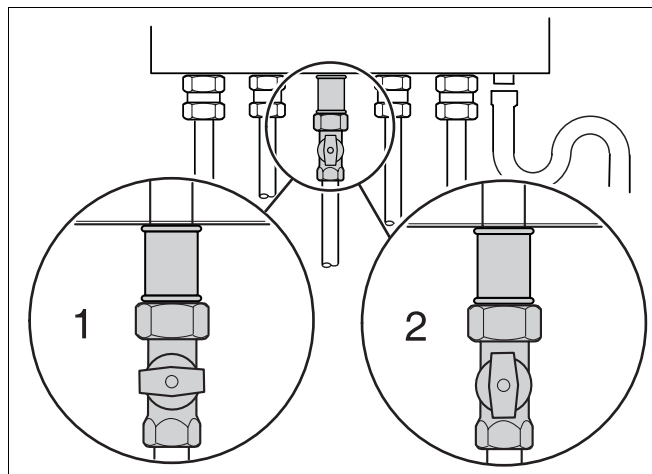

fig. 37 Gaskraan
- Sluit de gaskraan (→ fig. 37, [1]).
- Open de gaskraan langzaam, door deze in te drukken en een ¼ omwenteling linksom te draaien (→ fig. 37, [2]).
- Wanneer er geen lucht meer ontsnapt, gaskraan sluiten (→ fig. 37, [1]).
- Sluit de hoofdgaskraan of de gaskraan onder het cv-toestel (→ fig. 37, pagina 38).